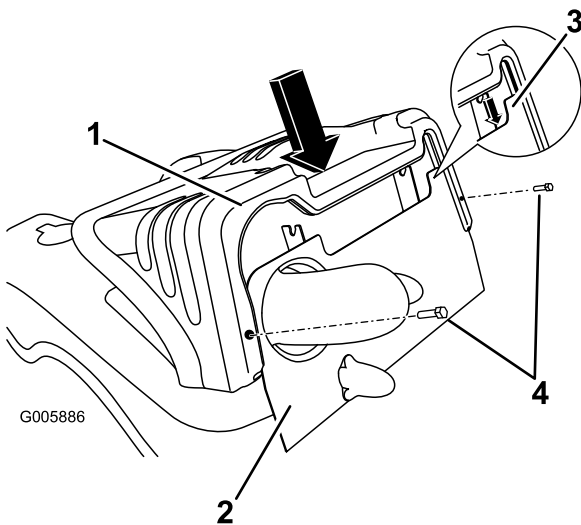

Figura 28
1. Para instalar el capó, alinee la ranura del capó con el bastidor y baje éste cuidadosamente sobre el bastidor (Figura 28). Asegúrese de que el bastidor se asiente correctamente en la ranura del capó antes de presionar hacia abajo el capó. Presione hacia abajo con cuidado para asentar el pasador de retención. Vuelva a colocar los herrajes que retiró anteriormente.